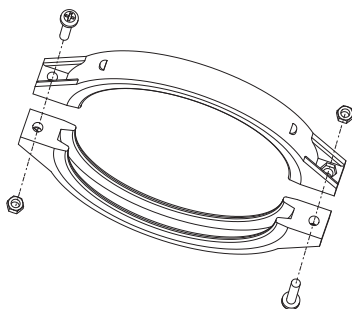

Figure 7.
8. Le collier en plastique peut maintenant être posé. Placez le demi-collier sur la bride de vanne et sur la bride du réservoir comme indiqué à la figure 6. Insérez les vis et écrous dans le demi-collier en vous assurant que les écrous soient situés dans l'emplacement de retenue hexagonal sur les colliers. Reportez-vous à la figure 7.